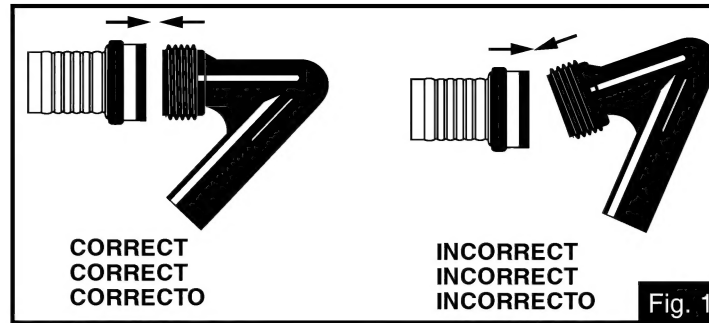

Fig. 1
- 1) When attaching the garden hose to the hose reel out-tube be sure to attach correctly (Fig 1). Cross-threading could cause permanent damage.
- 1) Lorsque vous raccordez le tuyau du jardin au tube de sortie, assurez-vous qu'il est raccordé correctement (Fig.1). En effet, le fait de glisser le raccord dans le mauvais sens risque d'endommager irrémédiablement le filetage.